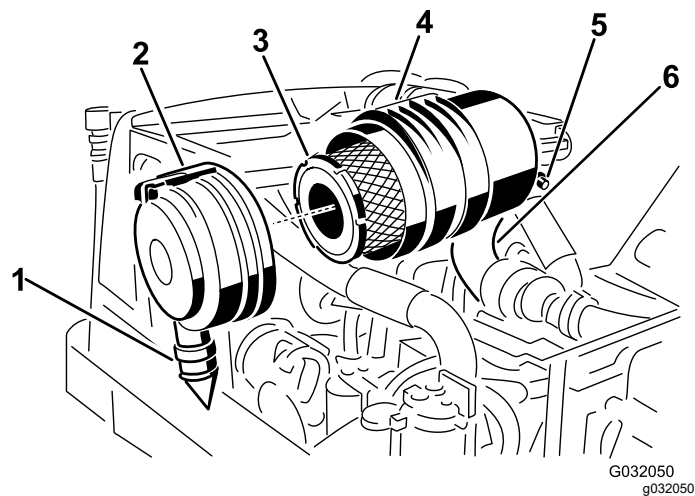

図 44
2. 主フィルタを外す 図 44。
3. 主フィルタを交換する 図 44。
7. アウトレットバルブが下向き後ろから見たとき、時計の5時と7時の間になるようにカバーを取り付けてラッチを掛ける 図 44。